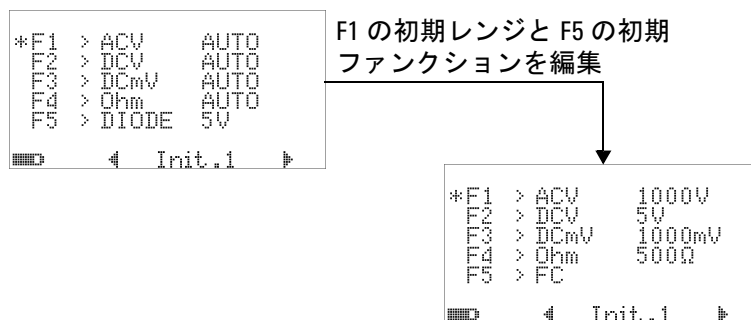

図 4-27 初期測定ファンクション／レンジの編集
**EDIT** モードでは、◀または▶を押して、選択したファンクションの初期（デフォルト）測定レンジを選択できます。例えば、下の図 4-27 では、**F1** 位置の **AC** 電圧測定ファンクションの初期レンジを **1000 V**（デフォルトはオート）に変更しています。
▲または▼を押して、選択したロータリ・スイッチ位置の初期測定ファンクションを変更します。例えば、下の図 4-27 では、**F5** 位置の初期測定ファンクションを **DIODE**（ダイオード）から **FC**（周波数カウンタ）に変更しています。